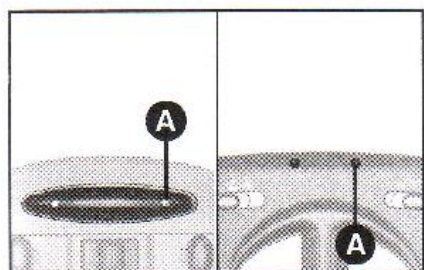

fig. 5
- colocar a chave de ignição em **MAR** e pressionar o botão **A-fig. 5** da luz interna dianteira duas vezes em um intervalo de tempo inferior a 2 segundos. Para que o sistema volte a funcionar normalmente, realizar novamente o mesmo procedimento.
**Uma vez que o alarme eletrônico absorve energia, se for prevista a não utilização do veículo por mais de um mês, para não descarregar a bateria, recomenda-se desligá-lo com o controle remoto e desativar o sistema apertando o botão A-fig. 5 por duas vezes em um intervalo de tempo inferior a 2 segundos.**